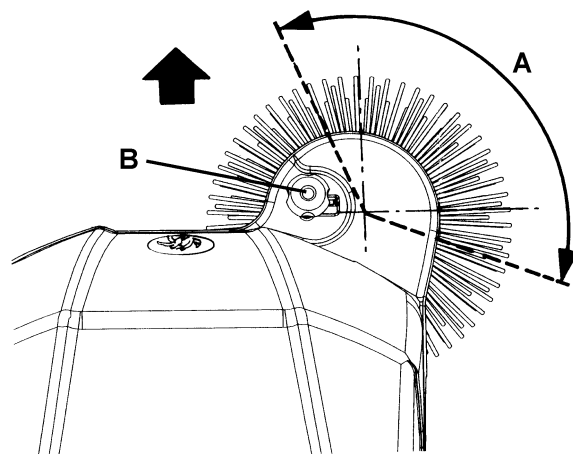

Abbildung 11
- Den Knopf (B, Abb. 11) im Uhrzeigersinn oder gegen den Uhrzeigersinn drehen, um die Bodenfreiheit des Seitenbesens einzustellen.